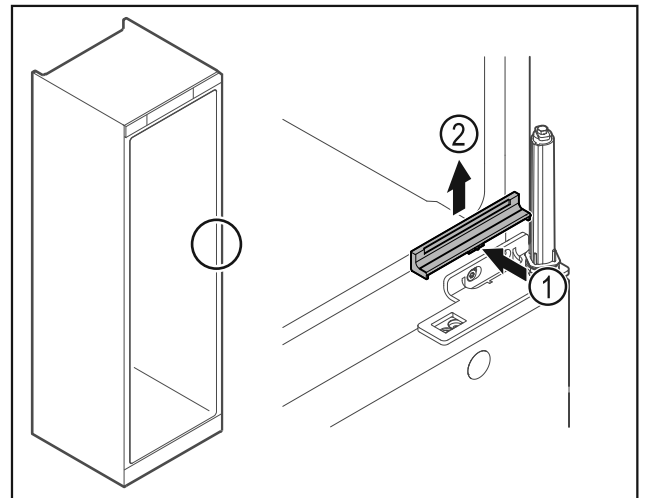

Fig. 31
- Appuyer légèrement sur le centre du cache Fig. 31 (1) et le retirer par le haut Fig. 31 (2).